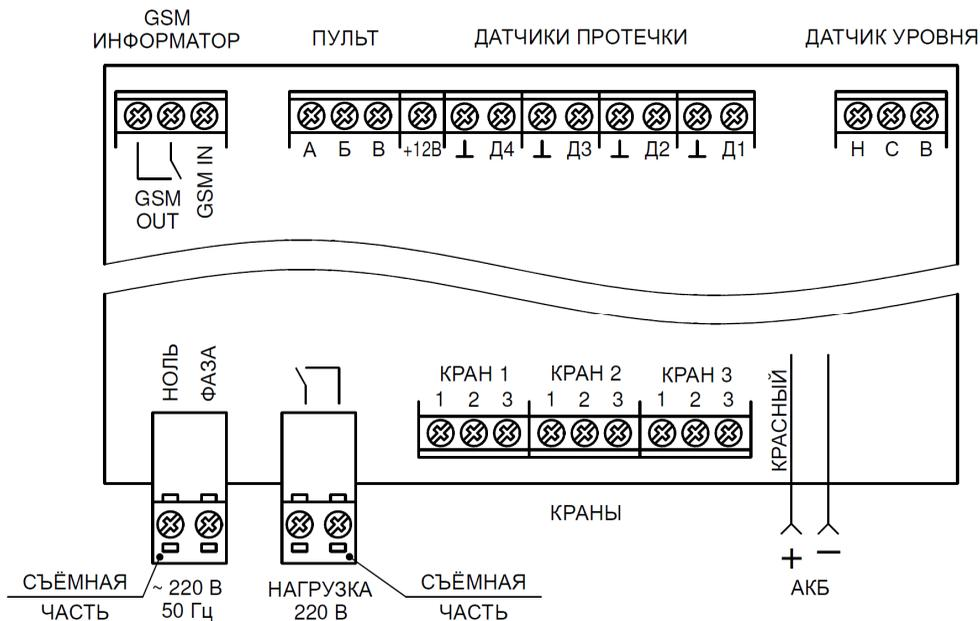

Рисунок 4. Общий вид платы управления модуля с расположением мест подключения периферийных устройств.
2) Подсоединить к модулю управления периферийные устройства в зависимости от выбранной конфигурации (см. рис. 4..9 и варианты подключения в ПРИЛОЖЕНИИ; отверстия для подвода проводов намечены с внутренней стороны корпуса и прорезаются при помощи слесарного ножа):
- Проверить правильность произведенного монтажа в соответствии с рис. 4 и разделом УСТАНОВКА И ПОДКЛЮЧЕНИЕ;